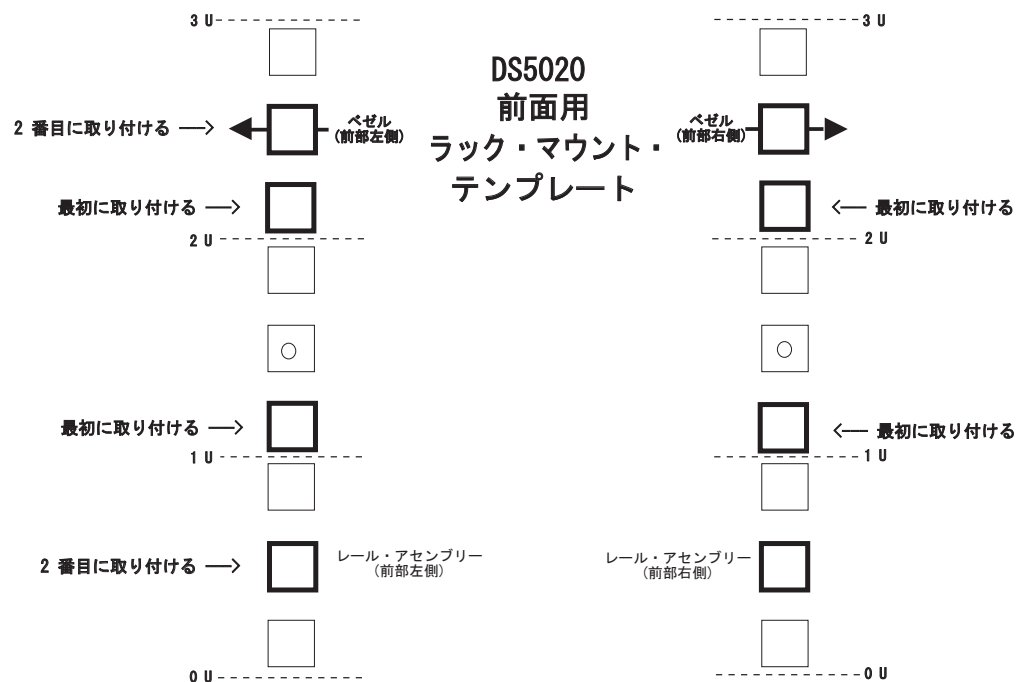
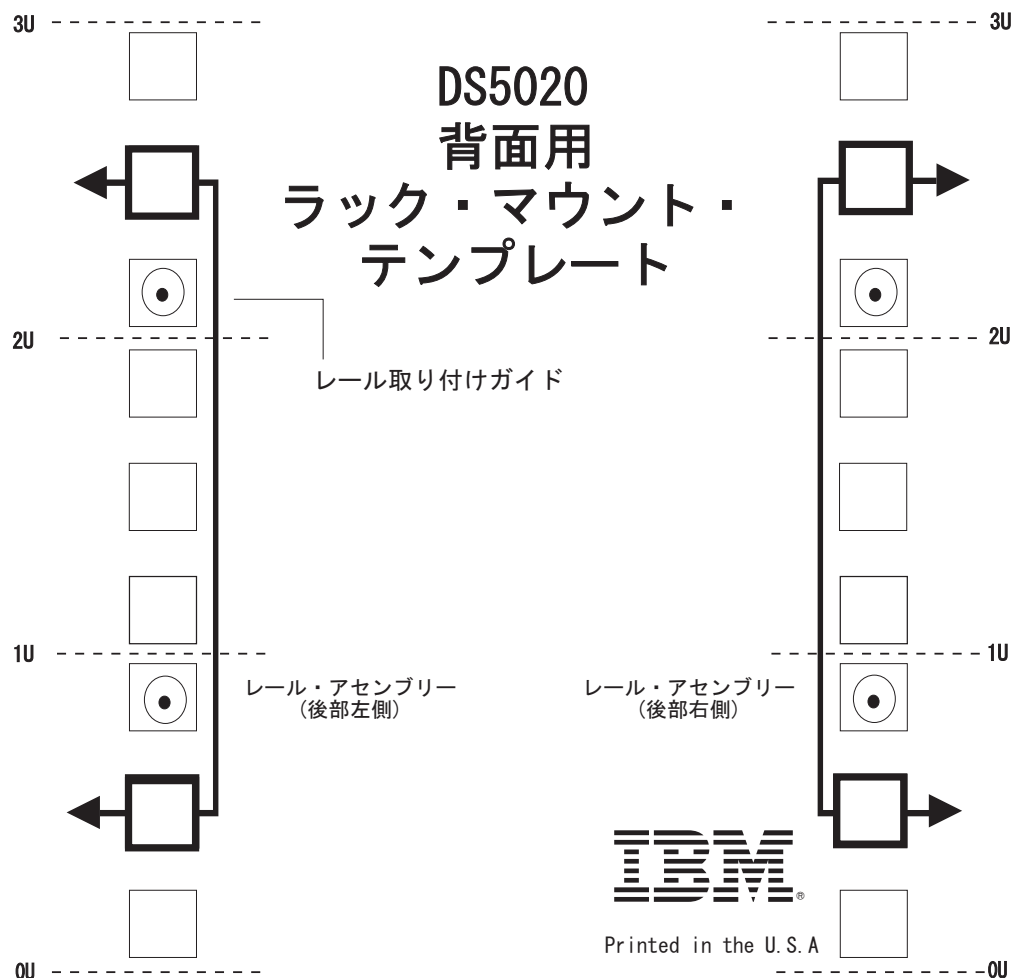

図 13. 前面用ラック・マウント・テンプレート
図 14. 背面用ラック・マウント・テンプレート
サポート・レールと DS5020 ストレージ・サブシステムをラック・キャビネットにマウントする際に M5 ねじを挿入する場合は、次のテンプレート (43 ページの図 13 および 44 ページの図 14) を使用して、正しい位置を確認してください。テンプレートでは、M5 ねじの位置が強調表示されています。
重要: ラック・マウント・テンプレートの複製コピーは、203 ページの『付録 B. ラック・マウント・テンプレート』に記載されています。テンプレートを本書から切り取る場合は、203 ページの『付録 B. ラック・マウント・テンプレート』のコピーを使用してください。サポート・レールと DS5020 ストレージ・サブシステムをラック・キャビネットにマウントする際に M5 ねじを挿入する場合は、前出のテンプレート (43 ページの図 13 および 44 ページの図 14) を使用して、正しい位置を確認してください。テンプレートでは、M5 ねじの位置が強調表示されています。
- レールのへりの線がストレージ・サブシステムの下部と並んでいます（44 ページの図 14 の 0 U 境界）。
- 注:** 必ず、43 ページの図 13 で最初に取り付ける というラベルが付いているねじを取り付けてください。